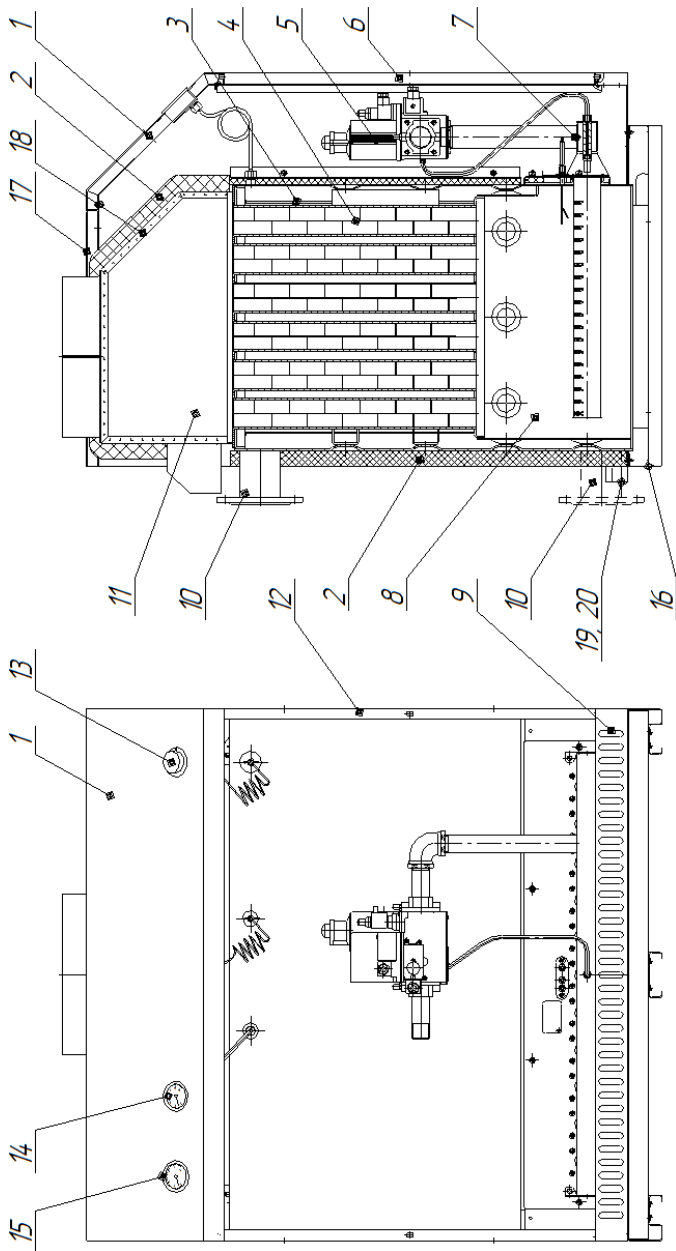
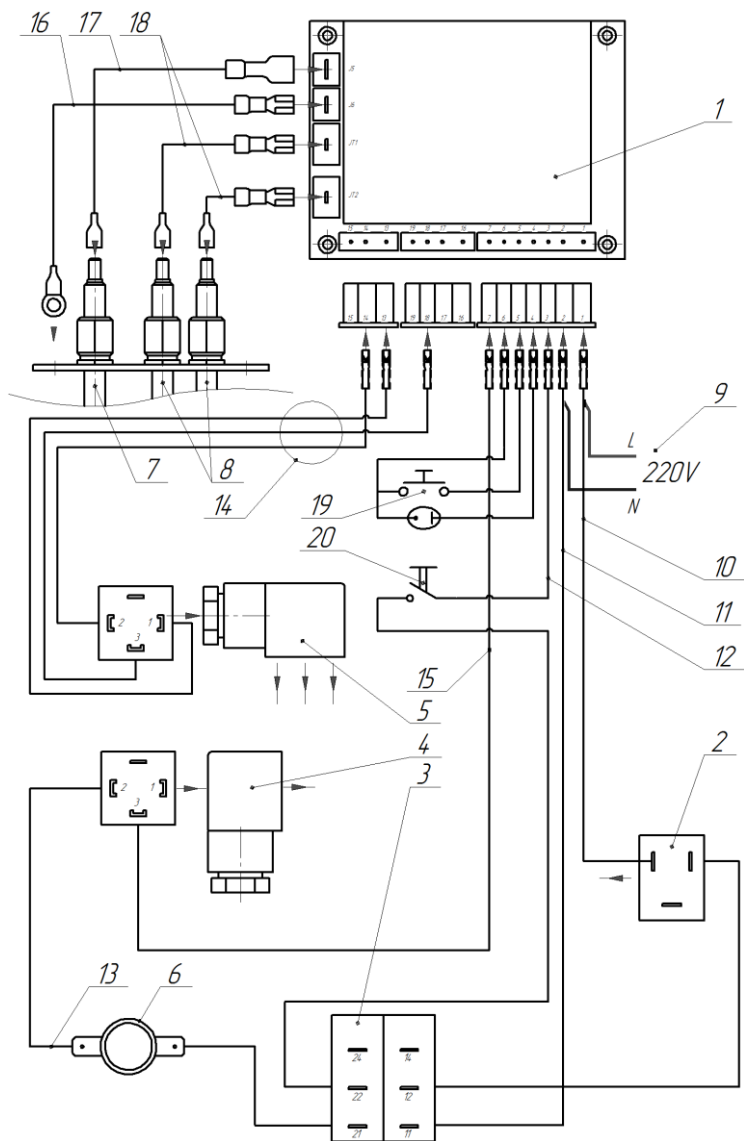
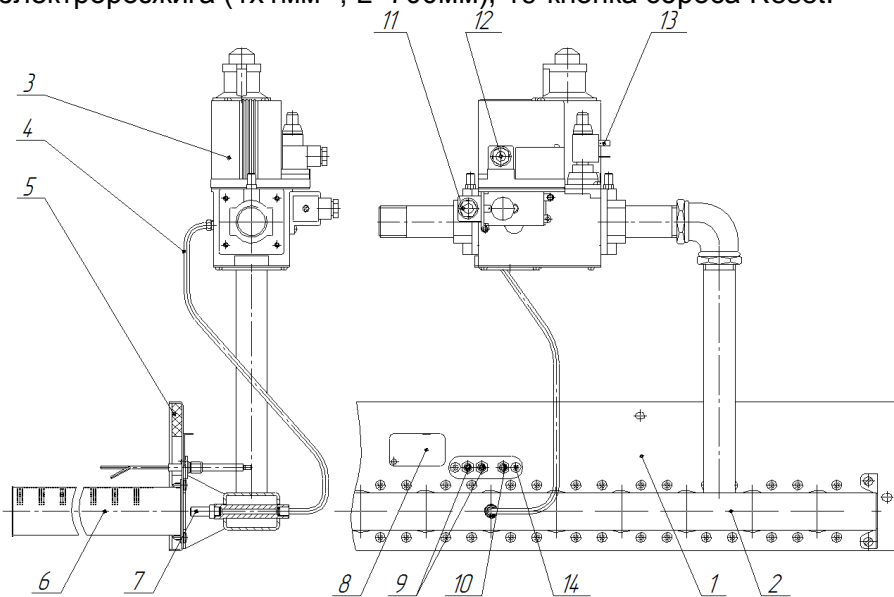

Рис.1 Устройство котла
Рис. 2 Схема электрических соединений
Рис.3 Устройство горелки котла
4.2. Нагрев теплоносителя производится путем эффективного сжигания природного газа с помощью горелки оборудованной автоматикой безопасности (рис.3).
5.1. Котел выполнен в виде напольного шкафа прямоугольной формы. Лицевая сторона закрыта дверкой (поз.6 рис.1) обеспечивающей доступ к горелке для обслуживания. Теплообменник (поз.3 рис.1) представляет собой прямоугольный блок с вертикальными каналами, каждый канал омывается теплоносителем. Теплообменник сообщается с водоохлаждаемой топкой (поз.8 рис.2). В топке размещается газогорелочное устройство (поз.7 рис.1), позволяющее получить газоздушную смесь и качественно её сжечь. На панели горелки (поз.1 рис.3) закреплены газораспределитель (поз.2 рис.3) с соплами и газовым клапаном (поз.3 рис.3), с другой стороны изоляция и газогорелочные трубы – насадки (поз.6 рис.3), над ними датчик пламя и электрод розжига. Горячие продукты сгорания под воздействием разрежения в дымоходе котла поднимаются через вертикальные каналы и нагревают
теплоноситель, который циркулирует по системе отопления. Чтобы увеличить отдачу тепла и КПД в каждый канал установлен турбулизатор (поз.4 рис.1). В нижней части котла имеется воздухозаборник (поз.9 рис.1). Корпус котла обложен с четырёх сторон утеплителем и облицован металлическими панелями. Облицовочные панели перед установкой покрывают защитно-декоративным покрытием.
5.2. Под крышкой (поз.17 рис.1) Расположен дымоход, (дымовая камера) задняя часть которого открыта снизу, что позволяет свободно проникать в дымовую камеру, а затем в трубу дымоотводящего канала порции воздуха, который разбавляет отходящие продукты сгорания, уменьшая их температуру. При этом происходит снижение разрежения в трубе дымоотводящего канала, следовательно и в топке котла. Указанный вход в дымовую камеру выполняет функции тягостабилизатора. На этом же входе установлен датчик тяги (поз.6 рис.2). Датчик следит за повышением температуры отходящих газов, что вызывает уменьшение или исчезновение разрежения в дымовой камере.
5.4. Управление газовым клапаном осуществляет электронный контроллер DMN Brahma (поз.1 рис.2) со встроенным трансформатором розжига.
1-Контроллер, 2-штепсель для подключения к клапану второй ступени (соединяется с поз.13 рис.3), 3-двухступенчатый термостат (соответствует поз.13 рис.1), 4-трехштырьковой штепсель для подключения к реле минимального давления (соед. с поз.11 рис.3), 5-трехштырьковой штепсель для подключения к клапану первой ступени (соед. с поз.12 рис.3), 6-
датчик тяги, 7-электрод ионизации (соот. поз.10 рис.3), 8-электрод розжига (соот. поз.9 рис.3), 9-провод подключения питания (2x0,75 мм², L=4000мм), 10-провод подключения питания на вторую ступень двухступенчатого термостата (1x0,75мм², L=300мм), 11- провод подключения клапана второй ступени (2x0,75мм², L=670мм), 12-провод подключения термостата к контроллеру (1x0,75мм², L=330мм), 13-провод подключения датчика тяги (2x0,75мм², L=2000мм), 14-провод подключения клапана первой ступени (3x0,75мм², L=650мм), 15-провод подключения реле минимального давления к контроллеру(1x0,75мм², L=600мм), 16-провод массы электророзжига (1x1мм², L=700мм), 17-провод электрода ионизации (1x1мм², L=700мм), 18-провод трансформатора электророзжига (1x1мм², L=700мм), 19-кнопка сброса Reset.
8.5. Смесительно-распределительный узел системы «теплый пол» (поз.5 рис.3) позволит более четко контролировать температуру теплоносителя во всех ветках системы.
- 8.10. Для заполнения и подпитки системы к обратному трубопроводу подвести трубопровод от водопровода холодной воды с установкой вентиля (поз.11 рис.3).
- 8.11. При первом заполнении системы по показанию манометра (поз.15 рис.2) наберите давление 0,05-0,1 МПа, при работе и нагреве котла это число возрастет.
10.2. Убедитесь, что клавиша включения переведена в позицию «0», а рукоятка регулятора температуры (поз13 рис.1) находится в положение OFF, далее подключите провод питания к сети. Откройте газовый кран на опуске газопровода.
10.6. Прогрейте котел до температуры 60-70^oC, её отслеживайте по показаниям термометра (поз.14 рис.1).